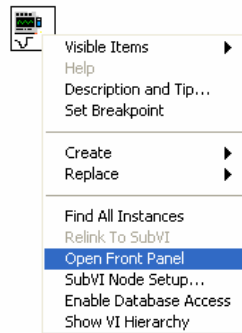

Fig.1
- Se deschide panoul frontal al SubVI-lui creat (fig.1) ;